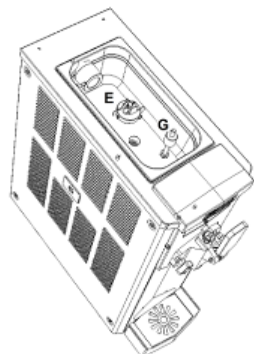

Fig. 12
- Rimuovere tutti i componenti all'interno della vasca superiore come mostrato in Fig. 12 :